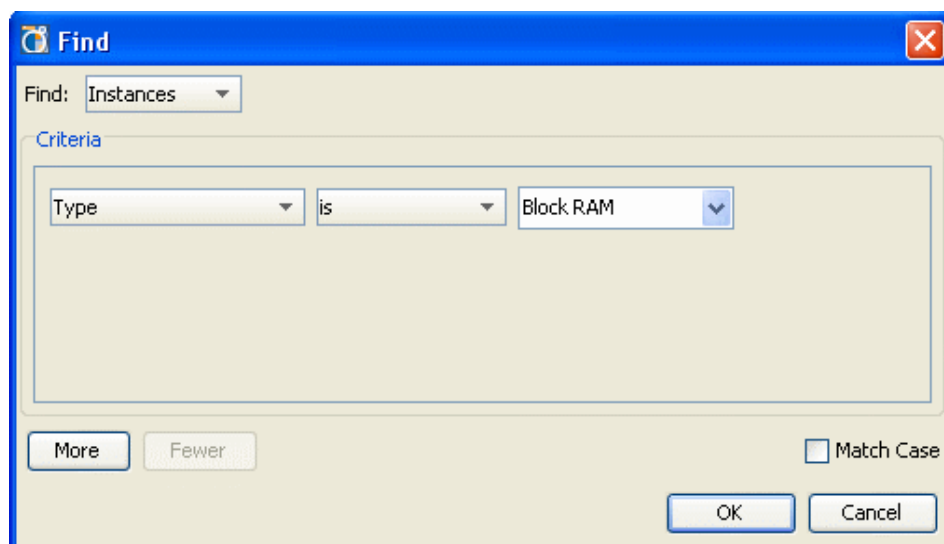

図 20 :[Find] ダイアログ ボックスを使用した RTL ロジックの検索
- 3-6-1. [Edit] → [Find] をクリックするか、[Find] ボタン () をクリックして [Find] ダイアログ ボックスを開きます (図 20)。